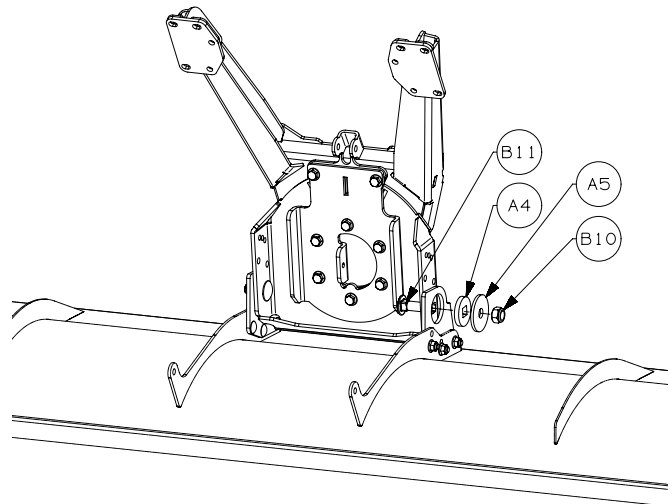

Abbildung 2
4. Sichern Sie die Pflugschar mit den Befestigern (B10, B11), der Muffe (A4) und der Muffenhalterung (A5) an der Schubstange. Ziehen Sie die Befestiger auf die angegebenen Drehmomente fest. Siehe Abbildung 2.